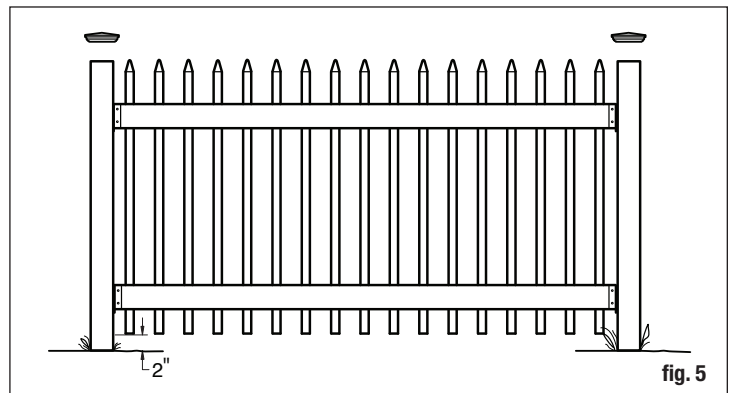

fig. 5
- Starting at a corner, mix concrete in the first hole per the instructions on the bag. Mix thoroughly and install the post into the hole and tap the post to the proper depth. Measure to be sure you can install the finished panel to the post with approximately a 2" gap from the ground to the bottom of the panel. You may also need to leave a space from the highest point of the panel to the top of the post (fig. 5). The spacing allows the cap to be installed on top of the post without interference with the top rail.
- Une fois tous les piquets en place, encliquez les traverses sur toutes les encoches de piquets en utilisant vos mains ou en tapant doucement avec un maillet en caoutchouc (fig. 5).
- En commençant par un coin, mélangez le béton dans le premier trou en suivant les instructions qui se trouvent sur le sac. Mélangez à fond et installez le poteau dans le trou et appuyez sur le poteau pour l'enfoncer à la profondeur qui convient. Mesurez pour vous assurer de pouvoir installer le panneau terminé au poteau avec un espace d'environ 5 cm (2 po) entre le sol et le bas du panneau. Vous aurez également peut-être besoin de laisser un peu d'espace entre le point le plus élevé du panneau et la partie supérieure du poteau (fig. 5). L'espace permet d'installer le plafond sur la partie supérieure du poteau sans qu'il y ait d'interférence avec la traverse supérieure.